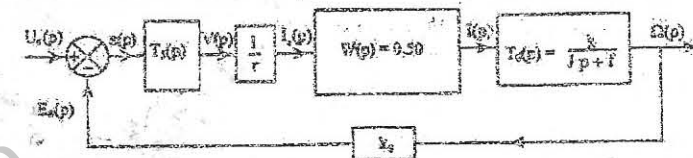
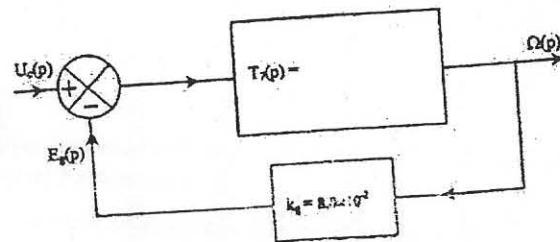

Figure 7
Figure 8
Le système peut donc se décrire à l'aide du schéma fonctionnel de la figure 7 dans lequel $T_5(p)$ est la transmittance d'un correcteur, $r = 0,25 \Omega$ est la résistance d'exploration du courant $I(t)$ traversant le moteur, k_g la constante de force électromotrice de la génératrice tachymétrique avec $k_g = 8,0 \times 10^{-2}$ V.s.rad⁻¹ et
3.2.2. en utilisant le résultat de la question 3.1.2 et l'expression $T_5(p)$, réduire schéma fonctionnel de la figure 7 à celui de la figure 8. Calculer numériquement $T_7(p)$